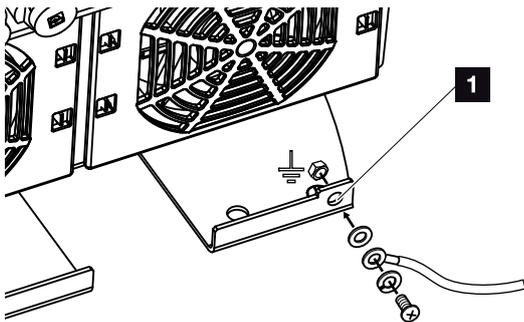

Fig. 25: Ligação PE exterior específica do país
11. Em países nos quais é obrigatória uma segunda ligação PE, ligue essa ligação ao local assinalado no exterior da caixa. Fig. 25, pos. 1